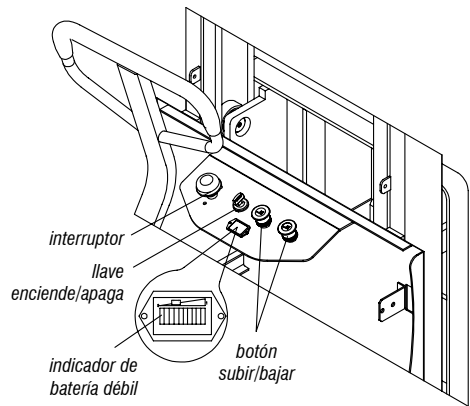

Fig. 3 – Panel de control
2. Confirme si hay electricidad en las baterías, desdobre la puerta semieléctrica y verifique el coulómetro en el panel de control de la transpaleta. Si una barra en la extremidad izquierda estuviera brillante, esto indica que no hay electricidad (vea la Fig. 3) y que la carga debe ser realizada inmediatamente. Es estrictamente prohibido operar la transpaleta sin electricidad, pues esto reducirá mucho la vida útil de las baterías e incluso podrá dañarlas.